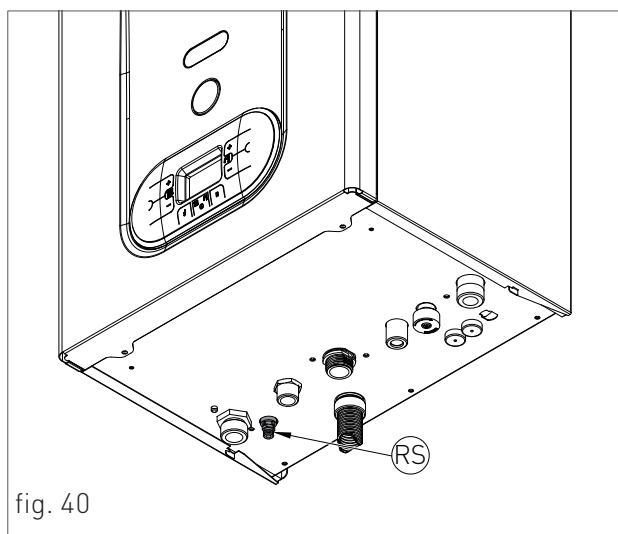

fig. 40
- › Éteindre le bouchon d'évacuation du système 'RS' (fig. 40) ;